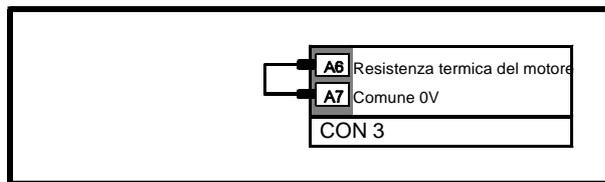

Figura 6-2 Collegamenti principali per il modo Tastiera
2. Realizzare i collegamenti di segnale mostrati in Figura 6-2.